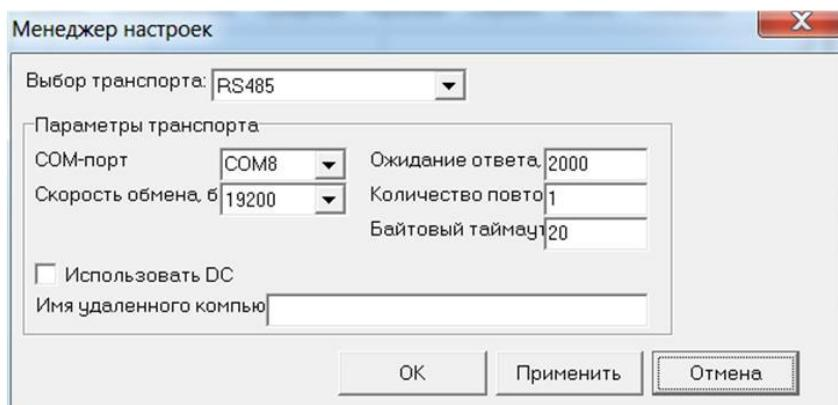

**Рис.5. Вид вкладки «Параметры программы».**
2.1.2. Перейти на вкладку **Параметры программы** в главном окне программы «Монитор» (рис.5) и удостовериться, что для параметра **Адрес** установлено значение 1 (как при выпуске из производства).
Нажать кнопку <Настройка соединения> (рис.5). В открывшемся окне **Менеджер настроек** (рис.6) установить требуемые значения параметров связи: